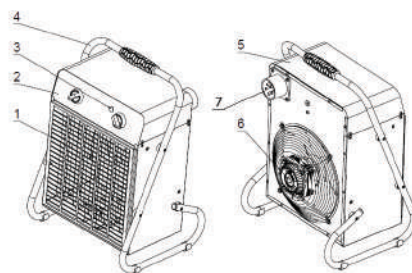

Рис. 1. Модели ВНР-М2-15, ВНР-М2-20
Несущая конструкция тепловентилятора (см. рис. 1) состоит из корпуса (5) и подставки-ручки (4). Вентилятор (6) расположен в задней части тепловентилятора. Органы управления вынесены на переднюю панель (2), дополнительно на панели располагается индикатор работы нагрева (3). Внутри корпуса расположены трубчатые электронагревательные элементы, закрытые с лицевой стороны тепловентилятора решеткой (1).